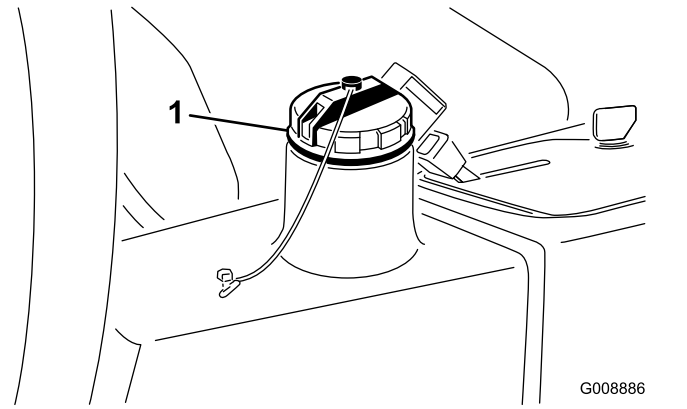

Bild 81
4. Füllen Sie den Behälter (Bild 81) mit ca. 13,2 Liter Hydrauliköl, siehe Prüfen der Hydraulikanlage (Seite 28).